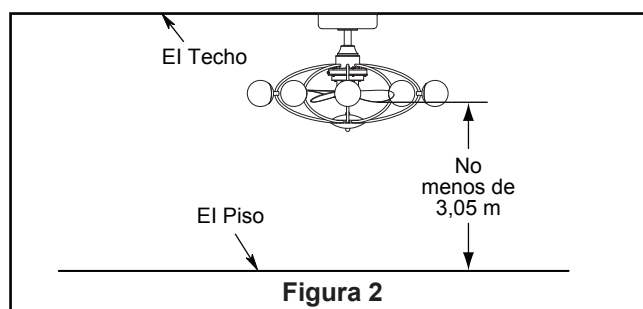

Figura 2
Uso de perfil profundo (Figura 2)
2. Retire el clip de horquilla y pasador de horquilla de la parte inferior de la bola para colgar. Retener el pasador y clip para la reinstalación en el paso 4. (Figura 2)
Debe colgar el ventilador a una distancia mínima de 3,05 m desde las aspas hasta el piso. (Figura 2)
Para evitar una posible descarga eléctrica, asegúrese de cortar la alimentación eléctrica de la caja de fusibles principal antes de alambrado el ventilador. (Figura 2)
2. Coloque y ajuste firmemente la cubierta para el tornillo de la base sobre los tornillos de reborde de la abrazadera para colgar mediante el mecanismo de seguro por giro del chavetero. (Figura 2)
2. Restaure la fuente de alimentación de la toma de corriente enciendi la electricidad del fusible principal. (Figura 2)